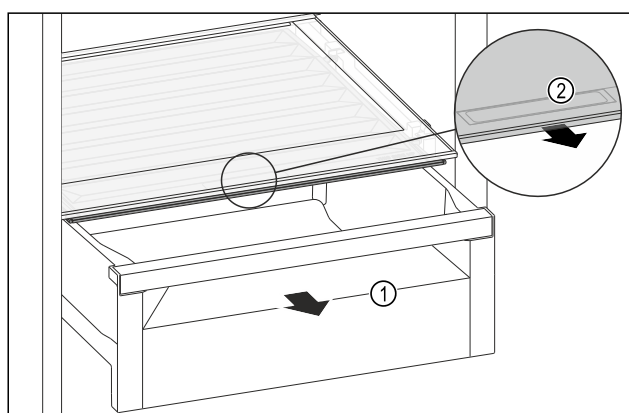

Fig. 220
- Zásuvku Fig. 220 (1) vytáhněte.
- Uchopte prohlubeň pro rukojeť Fig. 220 (2) na víku zásuvky a současně zatáhněte za víko zásuvky směrem dopředu.